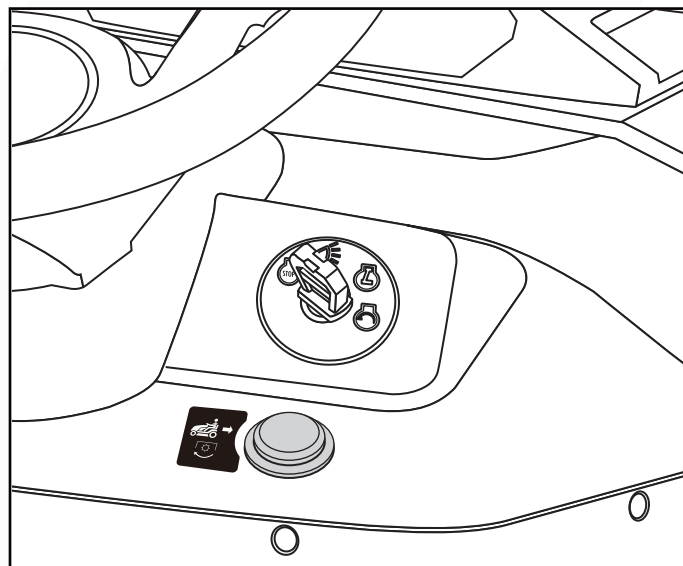

Fig. 22
2. Presione y mantenga presionado el botón M-I-R. (Fig. 22)